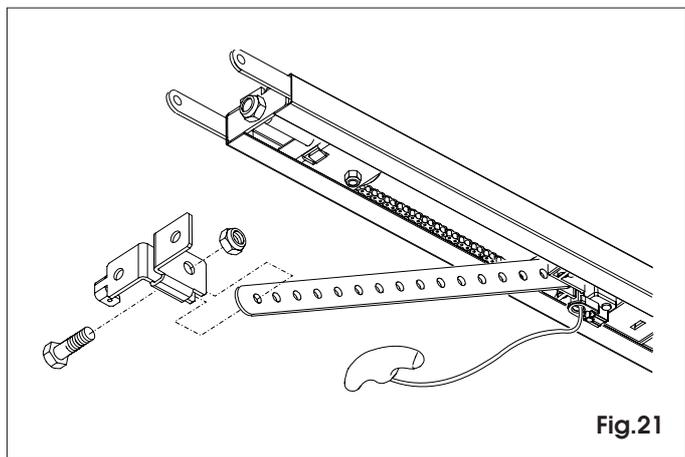

Fig.21
7.17 Fissare l'attacco all'asta di trascinamento con apposita vite e dado (fig.21).